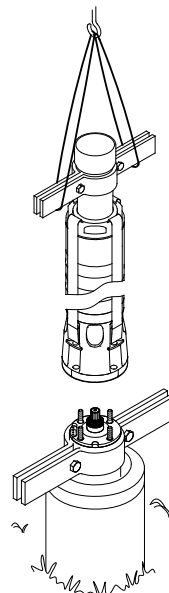

Fig. 19 Mettre la pompe en position
3. Lever l'hydraulique au moyen de crochets de levage montés sur la barre de traction, voir fig. 19.